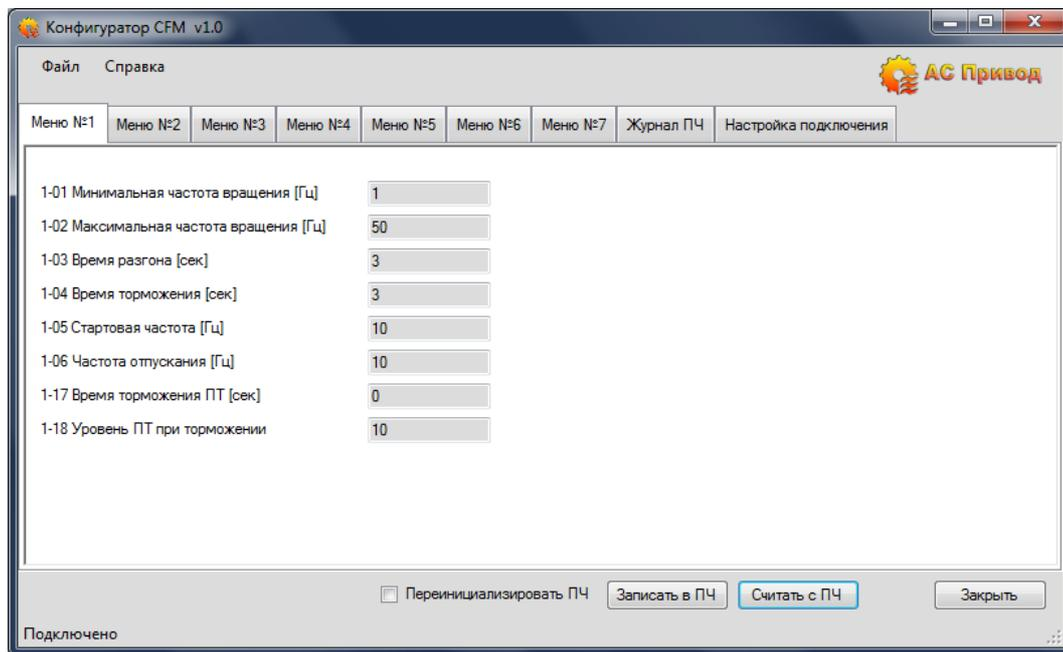
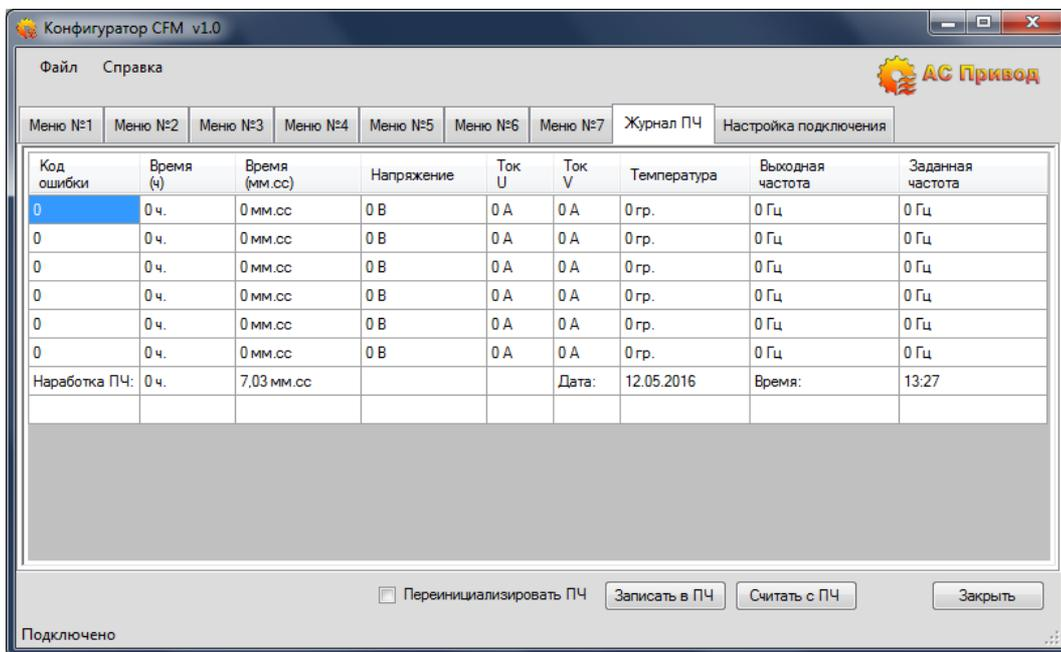

Рисунок 4. Вид окна программы при успешном подключении преобразователя.
Рисунок 8. Формат отображения журнала преобразователя.
После успешного подключения преобразователя к ПК станут активными следующие органы управления (рис. 4):
- кнопка «Считать с ПЧ» - выполняет считывание всех настроек (рис.4) и журнала преобразователя (рис.8);
Нажатие кнопки «Считать с ПЧ» выгружает из преобразователя все настройки и журнал в соответствующие пункты меню (рис.4).
Журнал преобразователя отображается во вкладке «Журнал ПЧ» (рис.8). Структура журнала представляет собой таблицу в которой каждая строка - это зафиксированная ошибка, а последняя строка — время наработки ПЧ и дата считывания журнала.